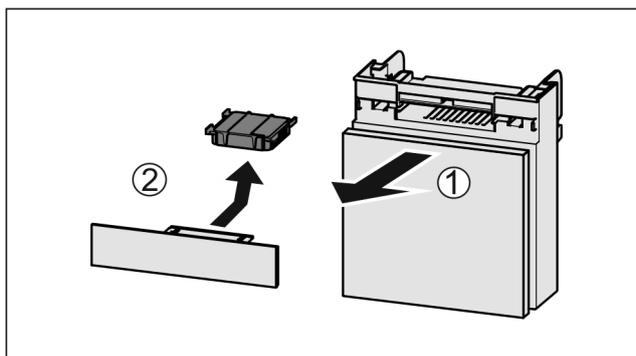

Fig. 87
- ▶ Retire el compartimiento hacia delante Fig. 87 (1).
- ▶ Retire el filtro de carbón activo Fig. 87 (2).